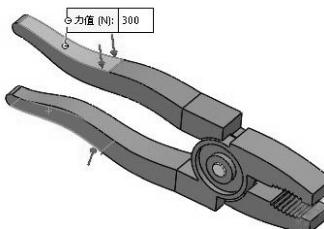

图 9-75 重新编辑外部载荷
- 09 编辑外部载荷，重新选择受力面，如图 9-75 所示。